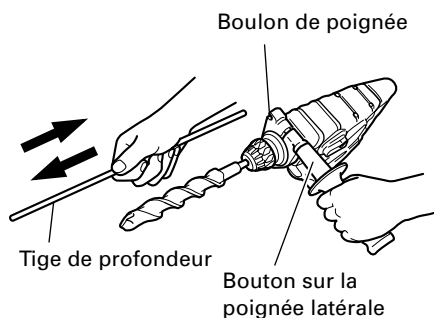

Fig. 11
7. Utilisation de la jauge de profondeur (Fig. 11)